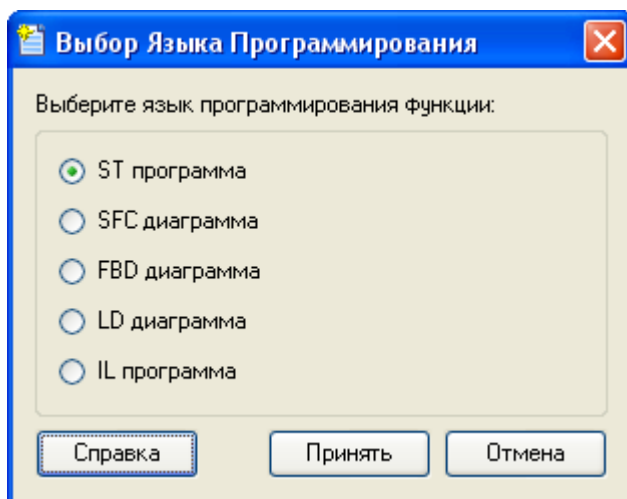

Рис. 8
4.3.6. Виділити ЛК в дереві шаблону рядок **Программа#1** і в діалозі, що відкрився, **Вибір мови** вибрати мову **ST** (рис. 8).